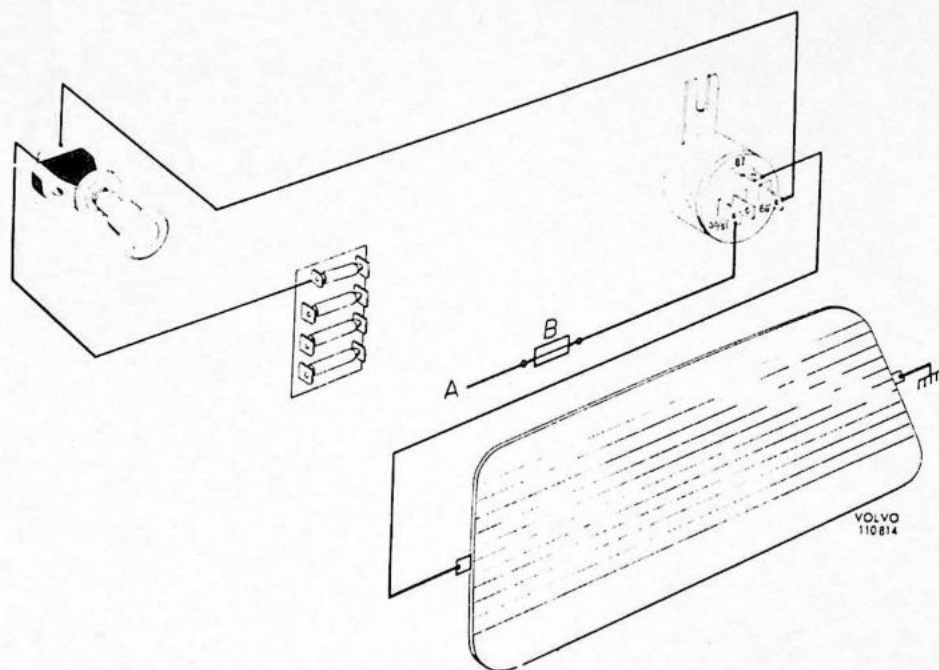

Fig. 1. Aansluitschema voor de Volvo 120.
5. Sluit de elektrische bedrading voor de achterrautverwarming aan volgens het schema in Fig. 1.